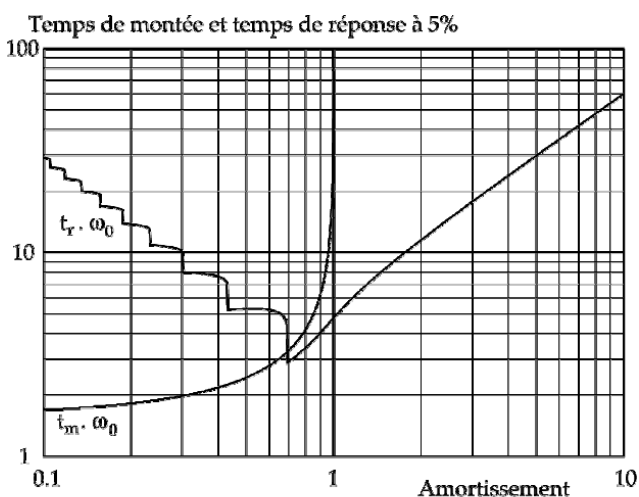

Figure 3
**Question 10** Déterminer le temps de réponse à 5% à l'aide de la figure 3.